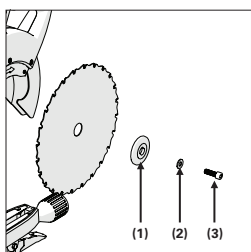

Abb. 30
Bringen Sie den äußeren Flansch (1) (flache Oberfläche auf die Maschine), die Unterlegscheibe (2) und die Spindelschraube (3) wieder an. (Abb. 30)